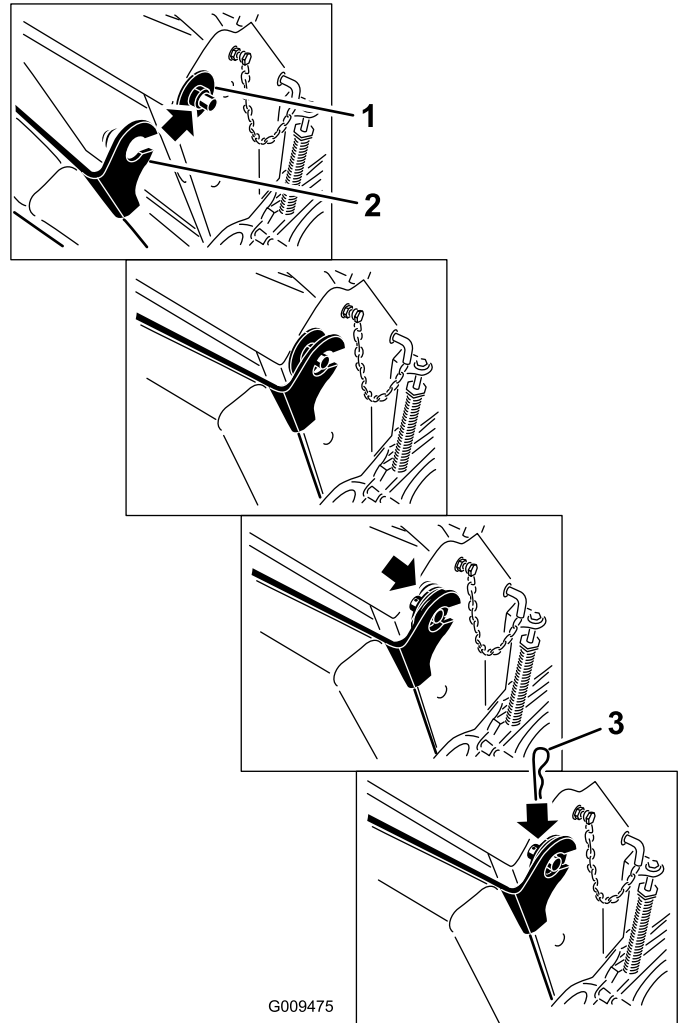

Bild 36
6. Heben Sie das Kissen an und schieben es an beiden Seiten der Maschine auf die Splints (Bild 36).
7. Schieben Sie die großen Scheiben und Kunststoffbüchsen in die Kissenhalterung und befestigen sie mit einem Splint (Bild 36).